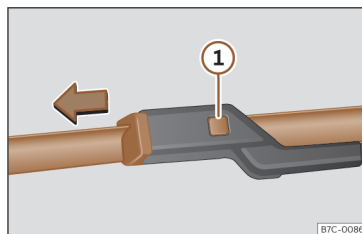

Fig. 173 Substituição das escovas do limpador-vidros.
- Mantenha pressionado o botão de desbloqueio >>> **Fig. 173** ① puxando ligeiramente pela escova no sentido da seta.